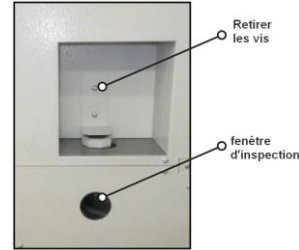

fig 1
- Contrôler le niveau d'eau par la fenêtre d'inspection à l'arrière de l'unité intérieure, faire l'appoint en retirant la plaque et en dévissant le bouchon du réservoir (fig 1).